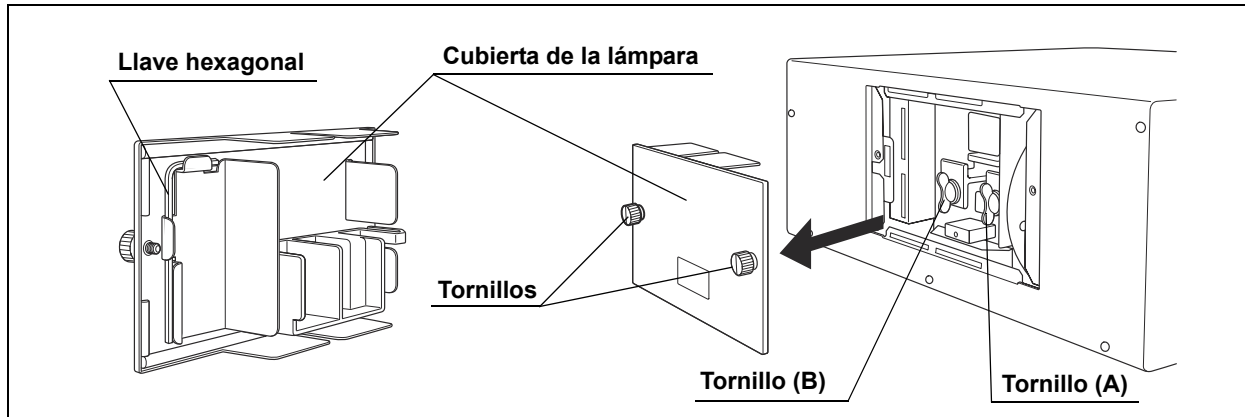

Figura 5.3
6. Extraiga la llave hexagonal de la parte trasera de la cubierta de la lámpara (véase la figura 5.3).